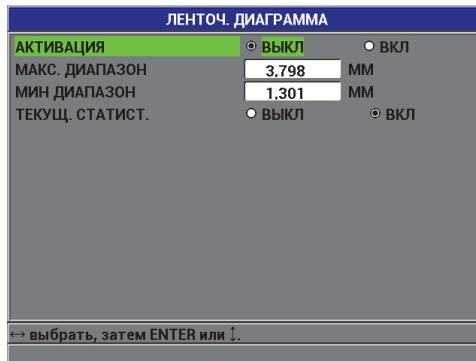

Рис. 5-8 Экран ЛЕНТОЧНАЯ ДИАГРАММА
3. В окне **ЛЕНТОЧ. ДИАГРАММА** (см. Рис. 5-8 на стр. 109):